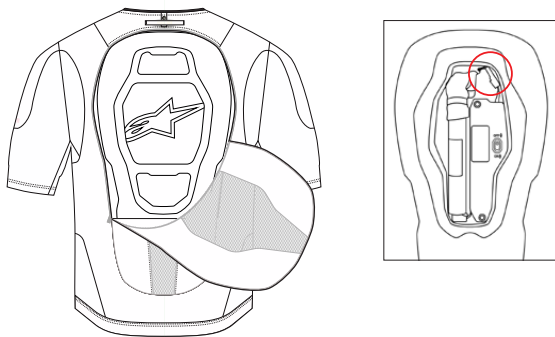

Figura 23: Desconectar la Pantalla LED (3)
1. Desconectar la Pantalla LED (3) – En primer lugar, coloque el Sistema sobre una superficie plana, preferiblemente encima de un banco de trabajo o mesa, con la parte frontal del Sistema hacia abajo. Acceder al Protector Posterior (4) abriendo la cremallera situada en la parte posterior del Sistema. Abrir la funda con el cierre de Velcro del Protector Posterior (4) y desconectar el conector de la Pantalla LED (3) como se indica en la Figura 23.